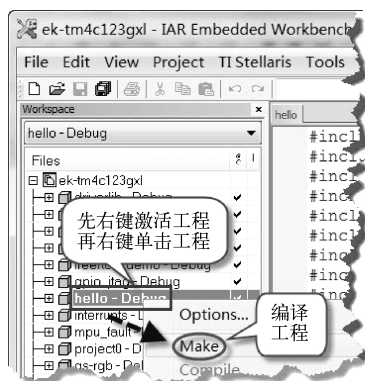

图 1-65 编译工程
6) 右键单击 hello 工程, 然后在弹出的下拉菜单中选择“Set as Active”, 激活 hello 工程。再右键单击已激活的 hello 工程, 在弹出的下拉菜单中单击“Make”编译驱动库文件, 如图 1-65 所示。